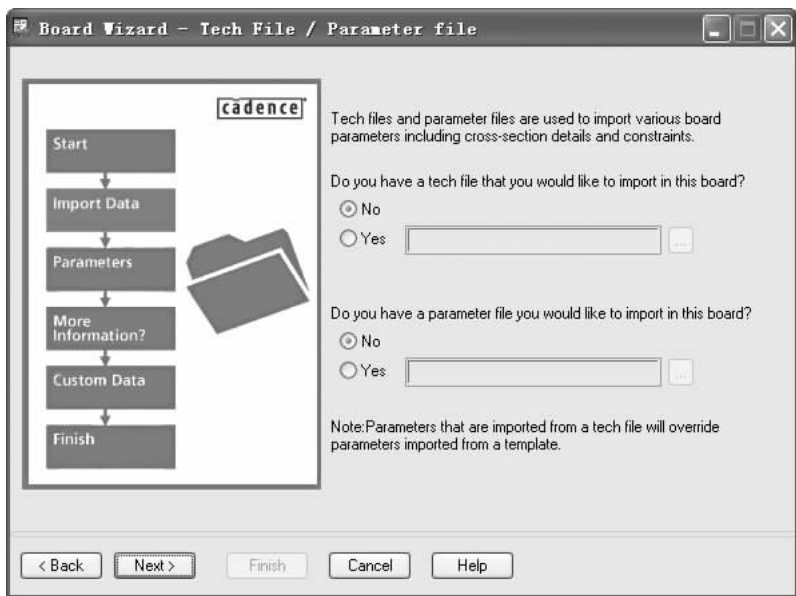

图 10-30 “Board Wizard - Tech File/Parameter file (板向导模板)” 对话框
5. 单击 **Next >** 按钮，进入图 10-30 所示的对话框。提示用户是否要选择一个已有的“Tech file（包括了电路板的层面和限制设定的参数）”导入进来。对两个选项均选择“No（否）”选项，表示不选择“tech file 文件”与“Parameter file 文件”。